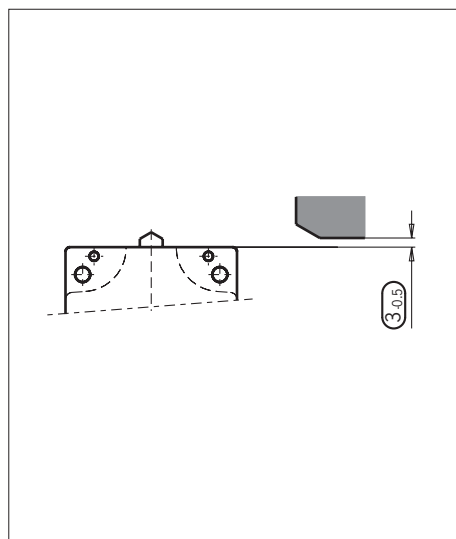

Figure 3: Mounting SN...-508 and SN...-514 for safety circuits
- ▶ Dans des circuits de sécurité, la cote (3-0,5) (distance entre le plan de référence de l'interrupteur et les comes, voir Figure 3) doit être respectée impérativement pour garantir une ouverture sûre des contacts.